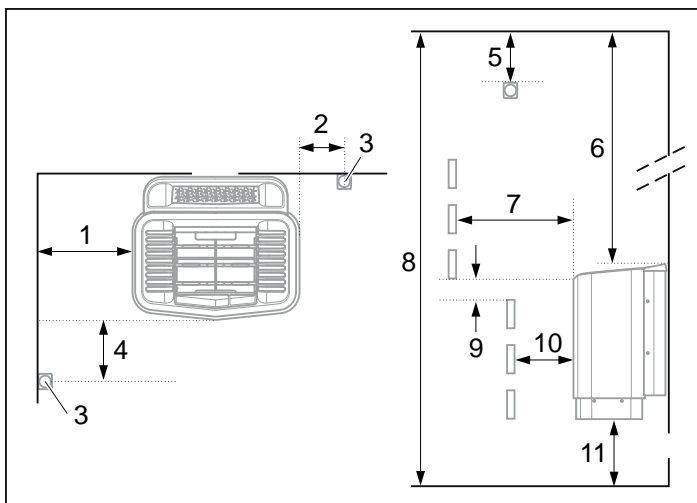

Fig. 3 : Emplacement du poêle - montage normal
- Planifier l'emplacement de la sonde (voir Fig. 3, page 21).
- Placez le poêle à une distance appropriée du sol, des cloisons latérales et des aménagements (voir Fig. 3).
Placez la sonde comme illustré (voir Fig. 3).